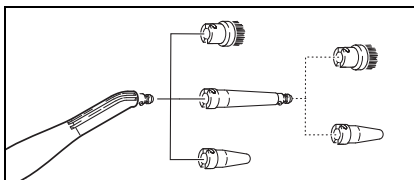

Bild 8
- Punktstrålmunstycket (D1) kan också användas tillsammans med förlängningen (D2), rundborsten (D3) eller powermunstycket (D4) (se bild 8). Stick härvid de båda spåren i avsatsen på punktstrålmunstyckets låsning och vrid medurs till anslag.